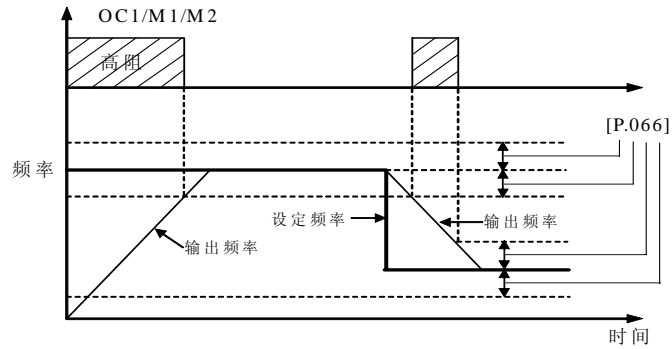

图 4-11 频率到达信号
- 1: 频率到达 当变频器的输出频率接近设定频率到一定范围时（该范围由参数 P.066 确定），输出有效信号（低电平），否则输出无效信号（高阻）。见图 4-11